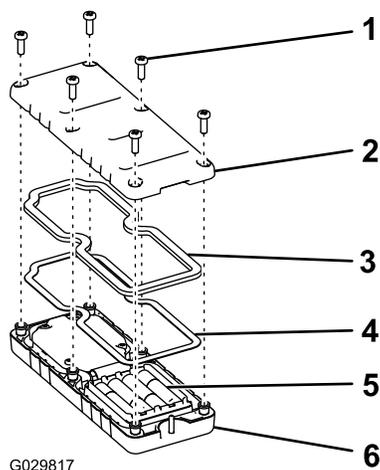

Рисунок 31
1. Отверните 6 винтов в задней части пульта дистанционного управления и снимите крышку (Рисунок 31).
5. Установите крышку, закрепите ее с помощью 6 ранее снятых винтов (Рисунок 31) и затяните их с моментом 1,5-1,7 Н·м.